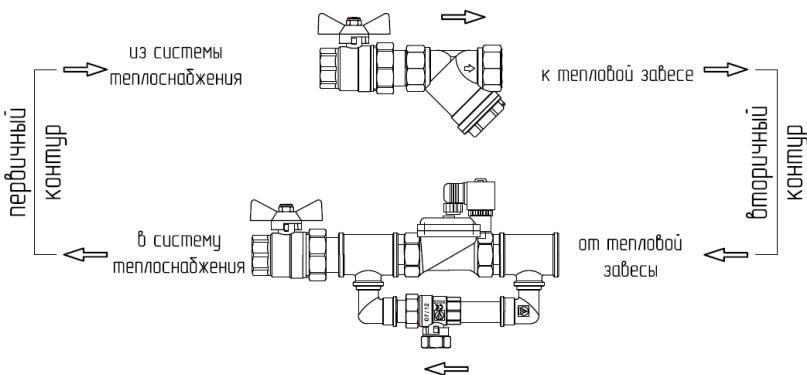

Рисунок 3. Смесительный узел SUM(Z)
Смесительные узлы серии SUM(Z) применяются для регулирования мощности водяных нагревателей тепловых завес. Регулирующим органом является соленоидный клапан (рис.3).